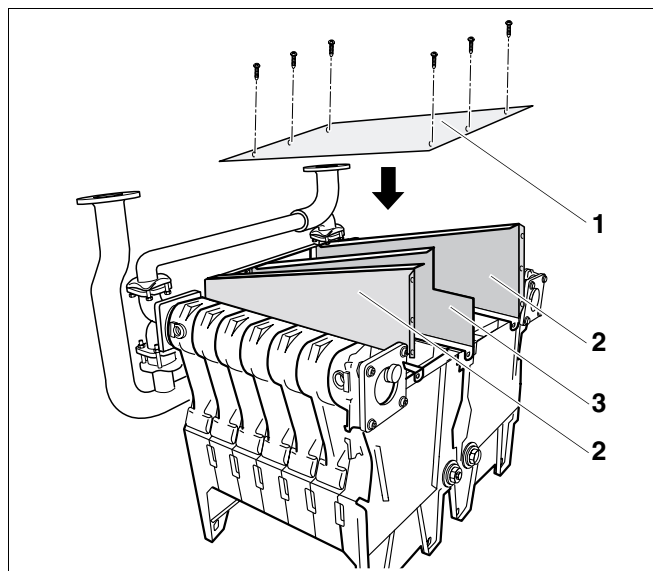

Рис. 38 Установка крышки для чистки
- Уложить крышку для чистки (рис. 38, поз. 1) и, не затягивая, прикрепить латунными винтами M6 x 16 с подкладными шайбами к перегородке (рис. 38, поз. 3) и боковым стенкам (рис. 38, поз. 2).